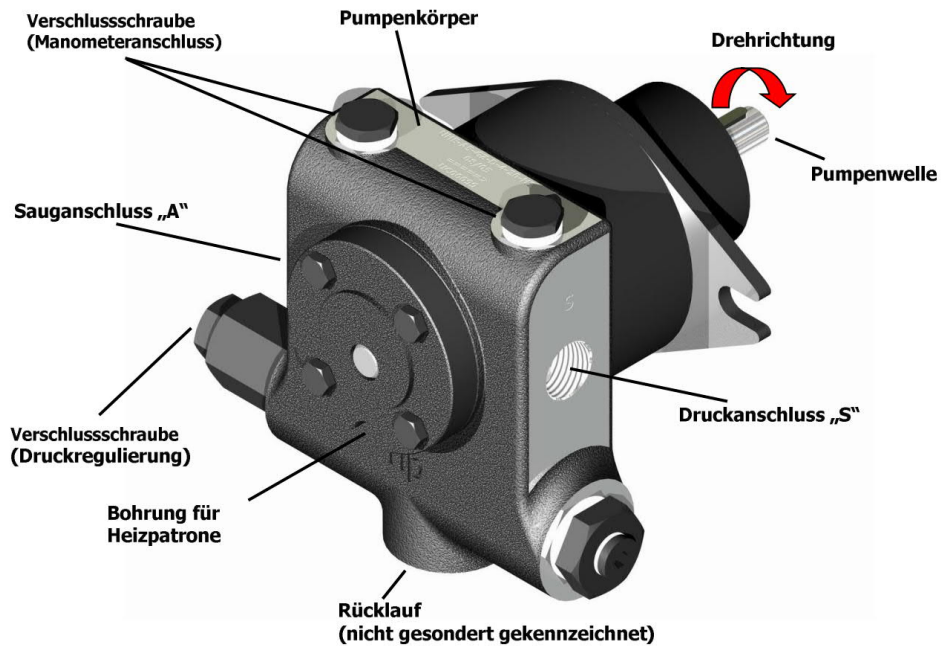

Abb. 1
- Der Sauganschluss (siehe Abb.1) der Pumpe wird mit Öl gefüllt. Danach wird die Saugleitung an dem Gewindeanschluss „A“ angeschlossen.
- Die Druck-/Düsenleitung wird am Anschluss „S“ und die Rücklaufleitung wird an „R“ angeschlossen. (Abb.1)
- Zum Anschließen des Manometers entfernen Sie die Verschlusschraube (Abb.1). Das Manometer angeschlossen über Anschluss „A“ zeigt dabei den saugseitigen Druck und das Manometer angeschlossen über Anschluss „S“ zeigt die druckseitigen Druck an. Bei der Auswahl ist auf einen geeigneten Druckbereich des Manometers zu achten (passend zum Druckbereich der Pumpe).
- Zur Regulierung des Druckes ist die Verschlusschraube (siehe Abb.1) zu entfernen.